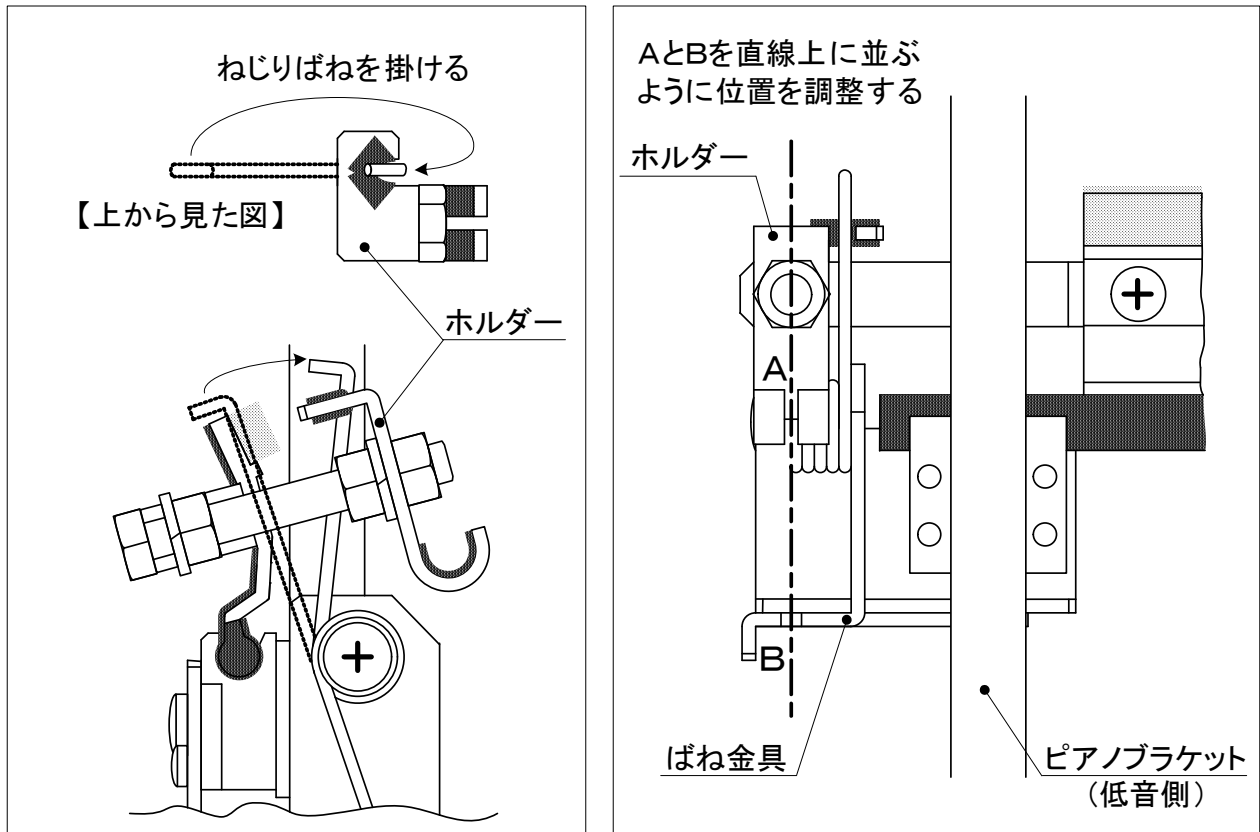

図3.2-5 ばね掛けと金具の位置調整
(6)ねじりばねを図3.2-5のようにホルダー部へ掛ける。その際、ホルダーの溝Aとばね金具の溝Bが直線上に並ぶように位置を調整する。